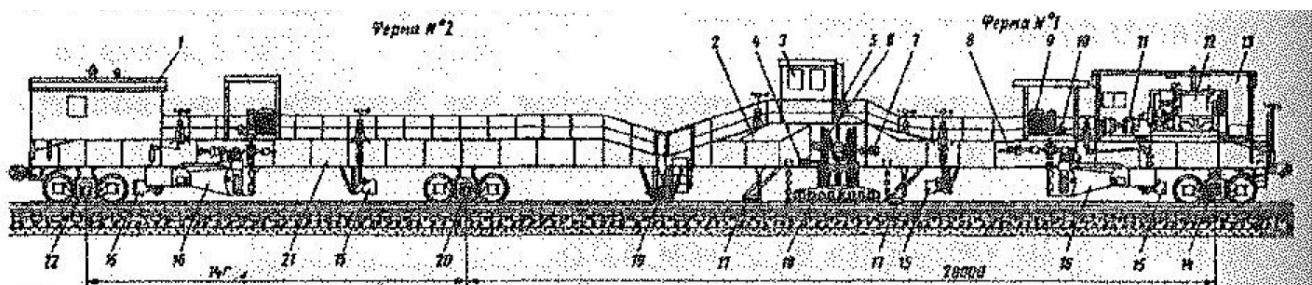

Рис. 2. Электробалластер ЭЛБ-1
13. Как называется ферма 1 на рис. 2
14. Назначение междуферменного шарнира под № 19 (рис. 2)
15. Что изображено на рис. 2 под № 16
16. Назначение устройства под № 16 (рис. 2)
17. Что изображено на рис. 2 под № 18
18. Назначение электромагнитного подъемника № 18 (рис. 2)
19. Где размещается бригада (рис. 2)
20. Что изображено на рис. 2 под № 13
21. Что изображено на рис. 2 под № 10
22. Какая ферма, ведущая (рис. 2)
23. Назначение балластных рам (рис. 2)
24. При каком положении РШР производится оправка откосов балластной призмы (рис. 2)
25. При каком положении РШР работают рельсовые щетки № (рис. 2)